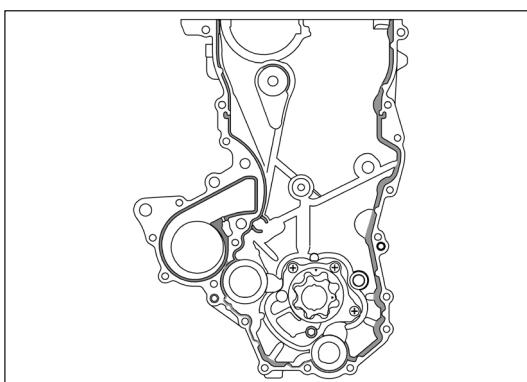

Рис. 11-4-13. Покрытие герметиком Loctite уплотнительной поверхности масляного насоса
- Нанести фланцевый герметик Loctite 5699 (СМ) на уплотнительные поверхности масляного насоса, как изображено на Рис. 11-4-13.